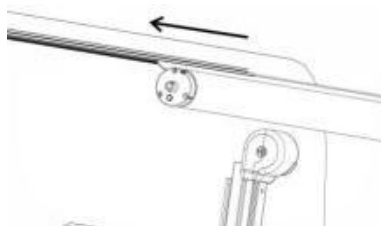

Figure C19
3.6 Maak een gedeelte van het doek op de rolbuis van de luifel los en rijg het door de doekrail van het voertuig (Afbeelding C19).